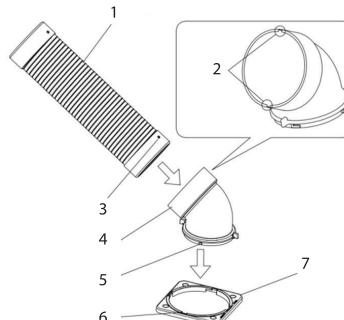

Рис.1
- Способ установки: поворотное колено устанавливается в монтажное отверстие на корпусе прибора и поверните против часовой стрелки. (рис.1).
- Установите воздуховод холодного воздуха в поворотное колено и поверните влево(рис.1).